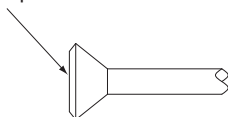

Fig. 14
- Per il collegamento svasato, coprire esclusivamente con etere od olio di estere la superficie interna della svasatura. **(Fare riferimento alla Fig. 14)**